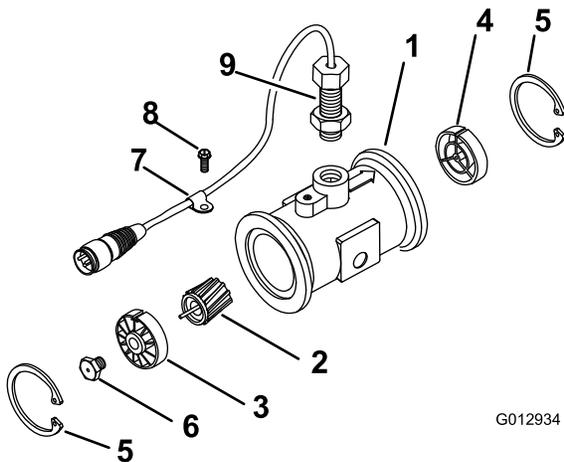

Bild 66
3. Entfernen Sie den Haltering an der vorgeschalteten Seite (Bild 66).